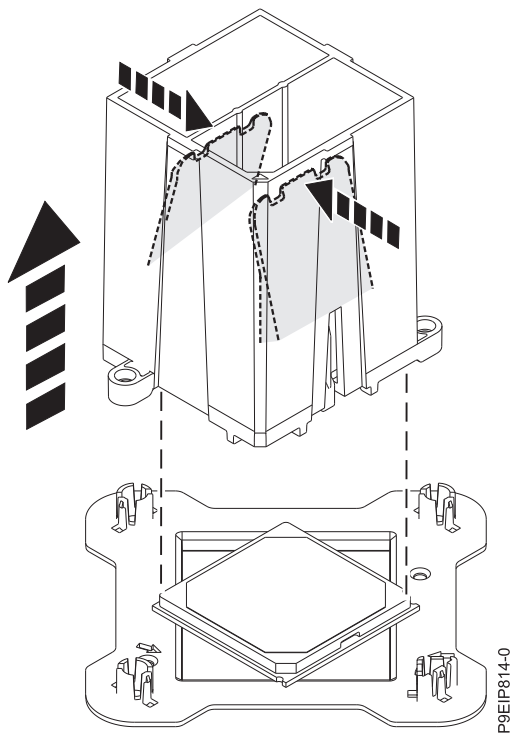

Figure 60. Dégagement du module de processeur système de l'outil
11. Appuyez sur les deux languettes de couleur bleue pour libérer le module de processeur système de l'outil, comme illustré dans la figure 60.